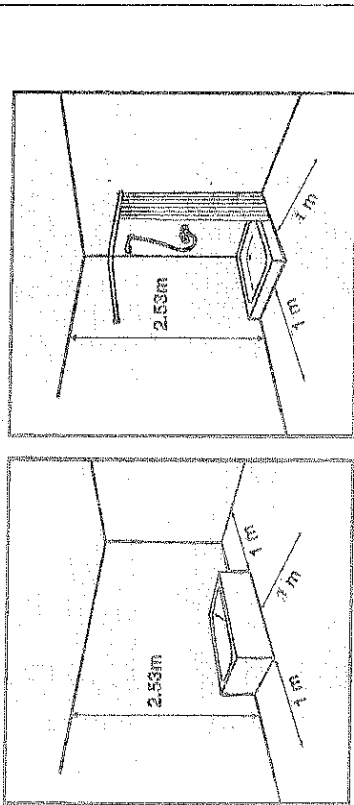

Fig. 1
- en dehors des zones colorées (fig. 1).
- Indien u het apparaat in de badkamer wilt gebruiken, plaats of hang het dan... - zodanig dat de knoppen e.d. niet kunnen worden bediend door iemand die zich in het bad of onder de douche bevindt; - niet binnen de gekleurde gebieden (fig. 1).